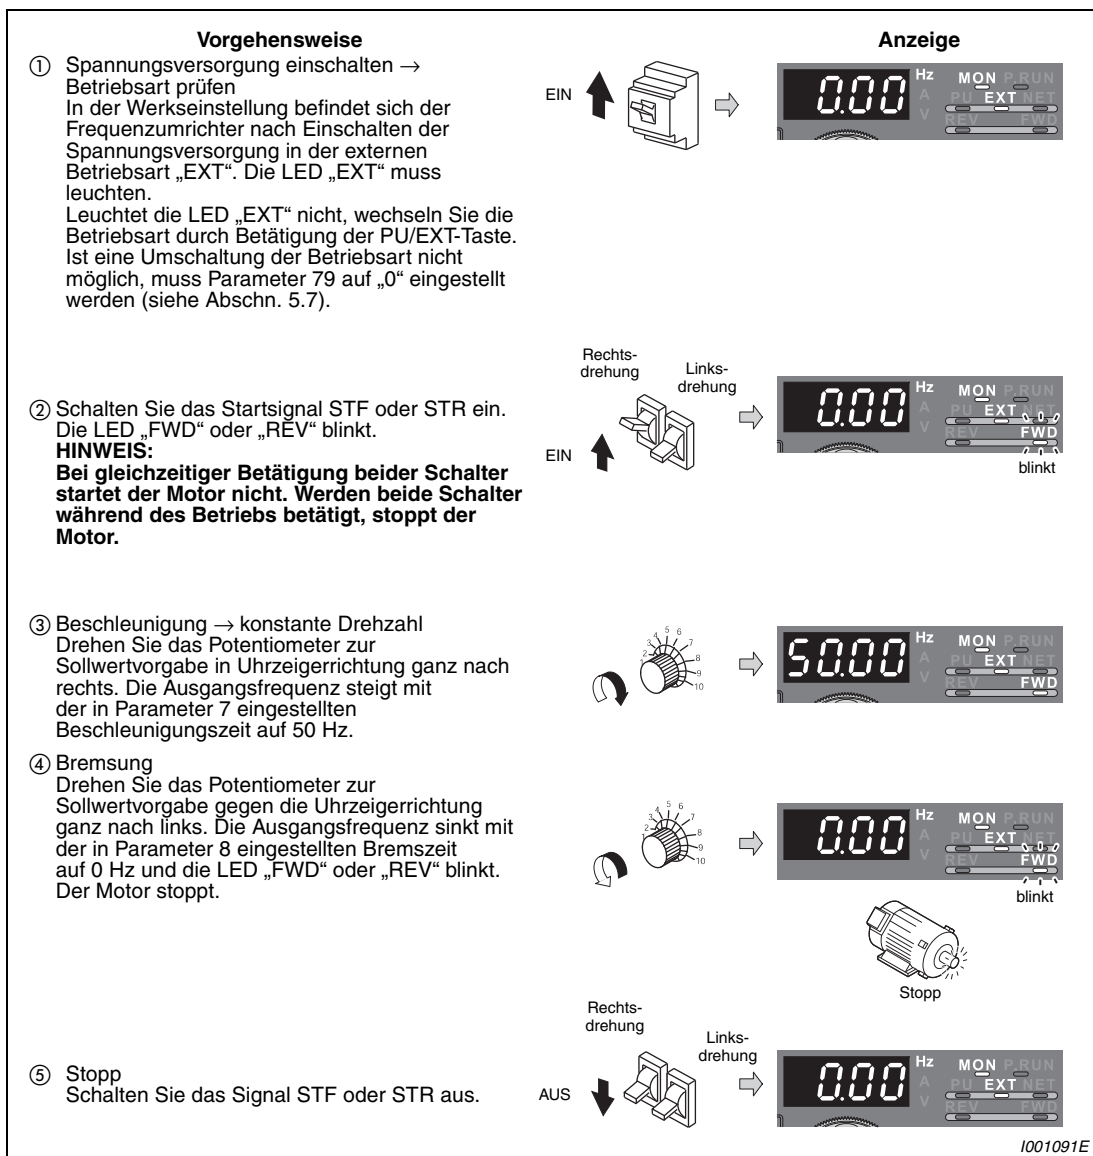

Abb. 4-25: Betrieb des Frequenzumrichters mit analoger Sollwertvorgabe
① Drehen Sie den Digital-Dial, bis „P.125“ (Pr. 125) erscheint.
② Betätigen Sie die Taste SET, um den aktuellen Wert anzuzeigen. Die Werkseinstellung „50.00“ (50,00 Hz) erscheint.
③ Drehen Sie den Digital-Dial, bis „40.00“ (40,00 Hz) erscheint.
④ Betätigen Sie die Taste SET, um den Wert zu speichern.
⑤ Betätigen Sie zweimal die Taste MODE zur Anzeige der Ausgangsfrequenz.
⑥ Schalten Sie das Startsignal STF oder STR ein und drehen Sie das Potentiometer im Uhrzeigersinn bis zum Endanschlag (siehe Abb. 4-25, Schritt ② bis ⑤).